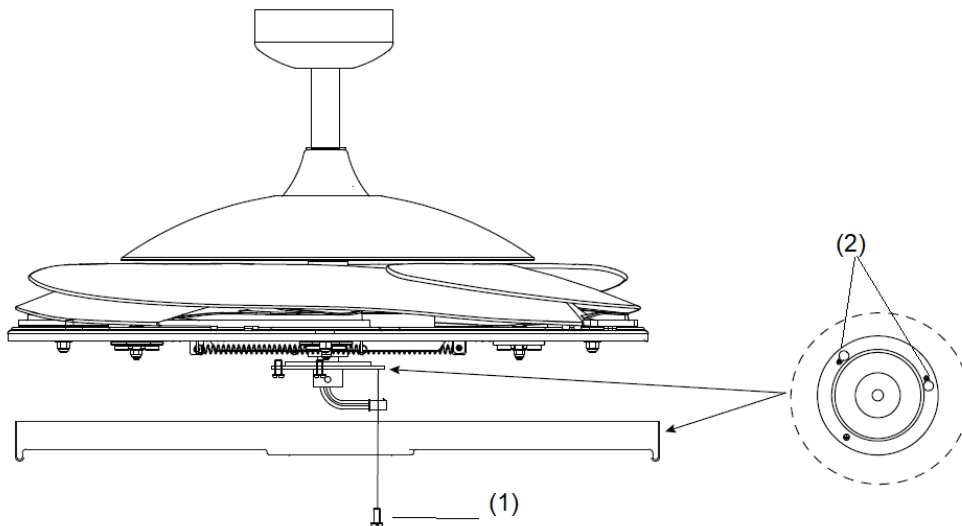

Fig. 6
**INSTALLATION DU KIT D'ÉCLAIRAGE****INSTALLATION DU KIT D'ÉCLAIRAGE (Fig. 6 & 7)**
1. Dévissez la vis (1) du support du ventilateur. Alignez les 2 vis à tête fendue avec les encoches clés (2) du support du kit d'éclairage. (Fig. 6)
2. Tournez le kit d'éclairage dans le sens inverse des aiguilles d'une montre jusqu'à ce que les vis à tête fendue soient calées à l'extrémité des encoches (2).
3. Fixez la vis (1) sur le support d'abat-jour. Serrez les 3 fils. Évitez de trop serrer.